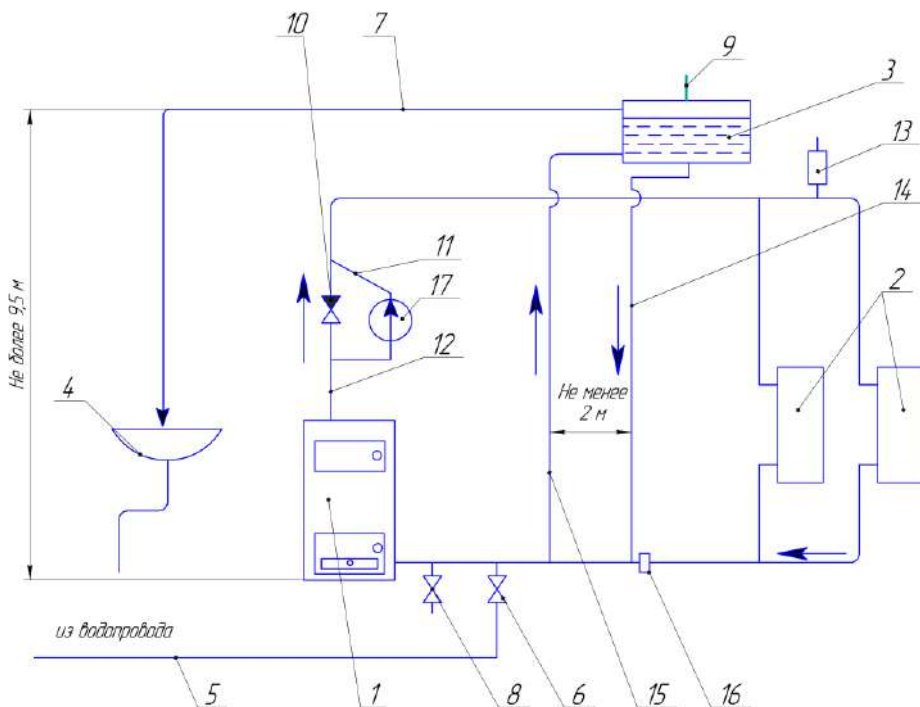
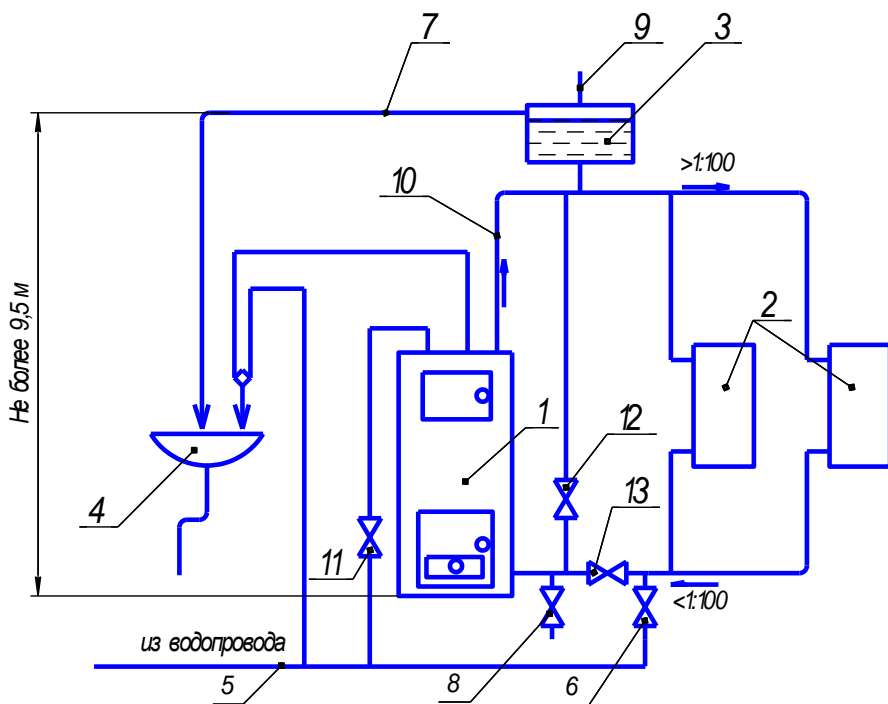
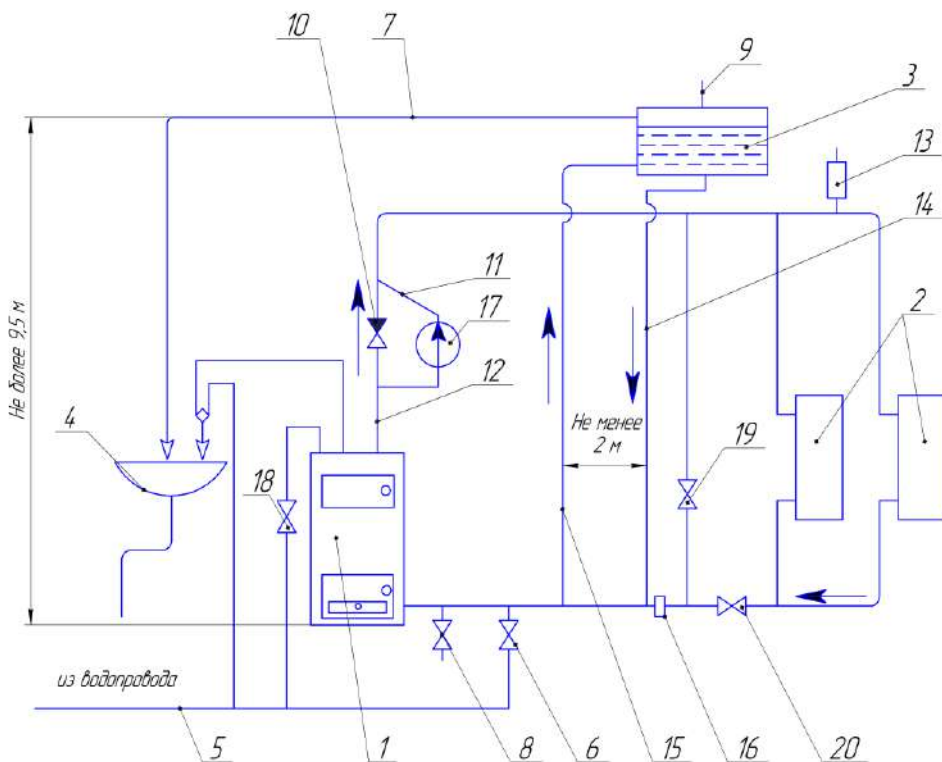

Рисунок 6.3 - Схема присоединения котла к отопительной с искусственной циркуляцией.
Рисунок 6.4 - Схема присоединения котла с водоподогревателем к отопительной системе с естественной циркуляцией.
Рисунок 6.5 - Схема присоединения котла с водоподогревателем к отопительной системе с искусственной циркуляцией.
6.8 При необходимости для создания циркуляции горячей воды в системах отопления можно использовать циркуляционный насос, например ЦН-25-6 (ЦН-32-6) (рисунок 6.3 и рисунок 6.5).
9.2 При длительном водозаборе горячей воды целесообразно увеличить форсировку котла и довести температуру воды в котле до 85-90 °С, для этого необходимо пробковый кран 12 рисунок 6.4 (19 рисунок 6.5) открыть, кран 13 рисунок 6.4 (20 рисунок 6.5) закрыть. При этом перекрывается система отопления. После окончания водозабора горячей воды и для восстановления циркуляции воды в системе отопления пробковый кран 13 рисунок 6.4 (20 рисунок 6.5) открыть, а кран 12 рисунок 6.4 (19 рисунок 6.5) закрыть. Для обеспечения длительного водозабора с постоянными параметрами воды, котел должен работать в стационарном режиме (с постоянным расходом газа или постоянной форсировкой топки при сжигании твердого топлива).
9.3 При использовании горячей воды в зимнее время кран 12 рисунок 6.4 (19 рисунок 6.5) не открывать на длительное время во избежание замерзания воды в системе отопления.
10.1 Наполнение системы водой из водопровода производится через вентиль 6 (рисунок 6.2 и рисунок 6.3). Наполнять до появления воды из переливной линии. Для опорожнения системы в нижней точке её устанавливается спускной вентиль 8.